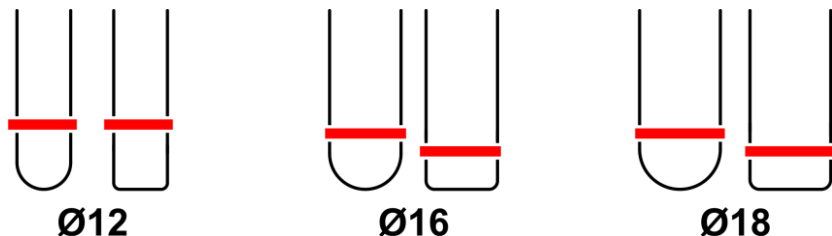

Рисунок 4. Путь измерительного луча
5.4. Проверьте уровень образца в пробирке. Прибор измеряет на разной высоте пробирки, в зависимости от ее диаметра и формы (рис. 4). Убедитесь, что образец находится выше, чем: